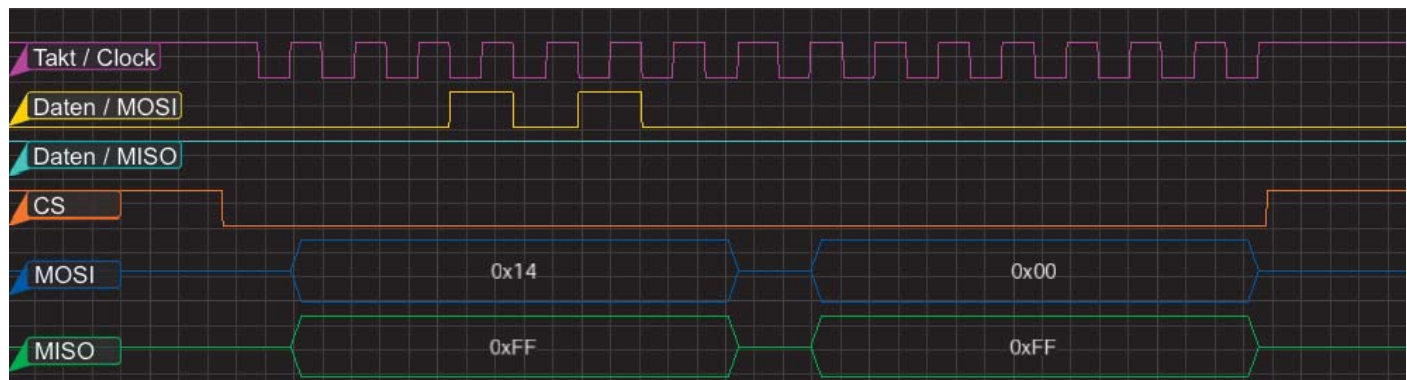

Bild 7: Signalverlauf 3D-BS bei Konfiguration
Mit dem Befehl Spiout Zum_sensor(1), 2 schreibt BASCOM zwei Bytes per SPI zum Slave, nämlich den Inhalt der Variablen Zum_Sensor(1) und Zum_Sensor(2). Bild 7 zeigt den zugehörigen Signalverlauf. Außer der eigentlichen Signaldarstellung bietet der OSCIUM-Logikanalyzer auch die Möglichkeit, verschiedene Protokolle, unter anderem SPI, zu dekodieren. Im unteren Teil von Bild 7 sieht man dadurch sehr schön, dass erst &h14 als Registeradresse und danach &h00 als Parameter zum Slave übertragen werden. Vom Slave zum Master werden in diesem Falle zwei &hFF-Bytes übertragen, die hier im Master nicht zur Auswertung kommen.